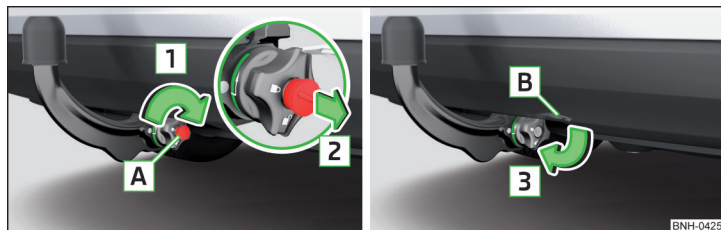

Fig. 215 Bloquear la cerradura y retirar la llave/ Introducir la tapa en la cerradura
- Gire la llave [A] en el sentido de la flecha [1] de manera, que la flecha en la llave muestra hacia el símbolo  » fig. 215.